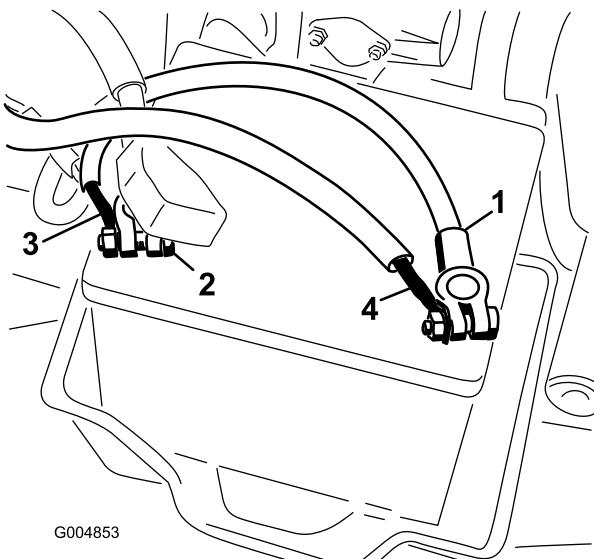

Bild 26
11. Schließen Sie den Stromkabelbaum am Pluspol der Batterie an (Bild 26).
12. Schließen Sie das schwarze Kabel am Minuspol der Batterie an (Bild 26).